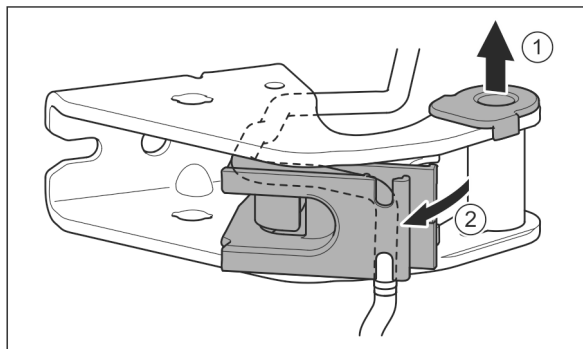

Fig. 29
- ▶ Ležajno dozo povlecite iz vodila. Fig. 29 (1)
- ▶ Držalo kabla obrnite navzven. Fig. 29 (2)